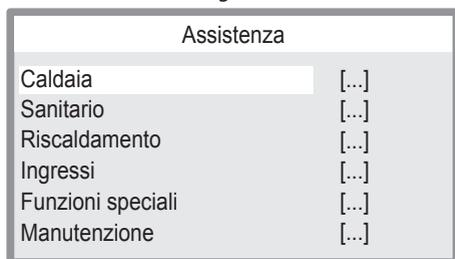

Figura 5.95
- Premere il tasto 15 (Figura 5.92) per accedere al menu selezionato (Figura 5.95).